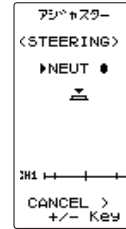

図 1
ニュートラルの設定画面(図1)の状態、ステアリングスティックを左右に軽く弾いた後、スティックに触れない状態で J ボタンを押します。
まずニュートラルアジャスタースイッチを5:5の状態にします。ニュートラルの設定画面(図1)の状態、スロットルスティックを上下方向に軽く弾いた後、スティックに触れない状態で**①**ボタンを押します。